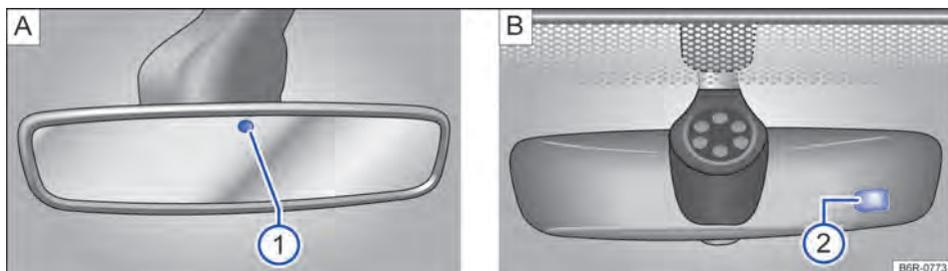

Fig. 104 No para-brisa: espelho retrovisor interno com antiofuscante automático.
Com a ignição ligada, os sensores medem a incidência traseira → Fig. 104 ① e dianteira de luz ②.